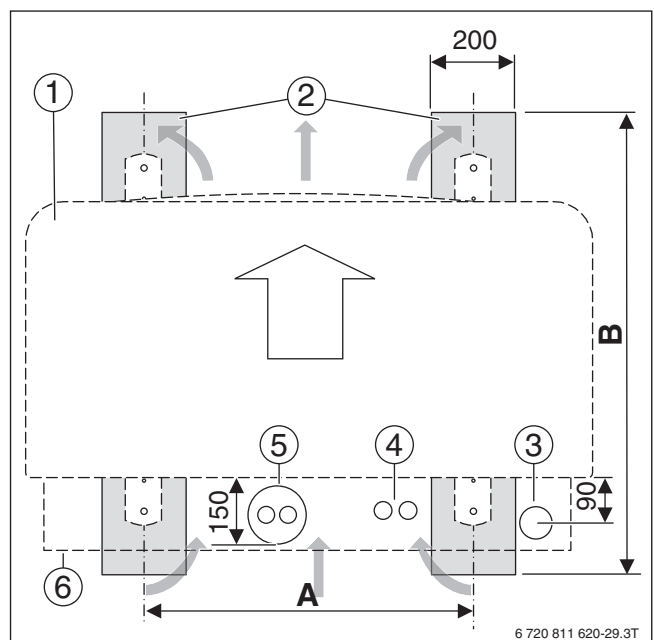
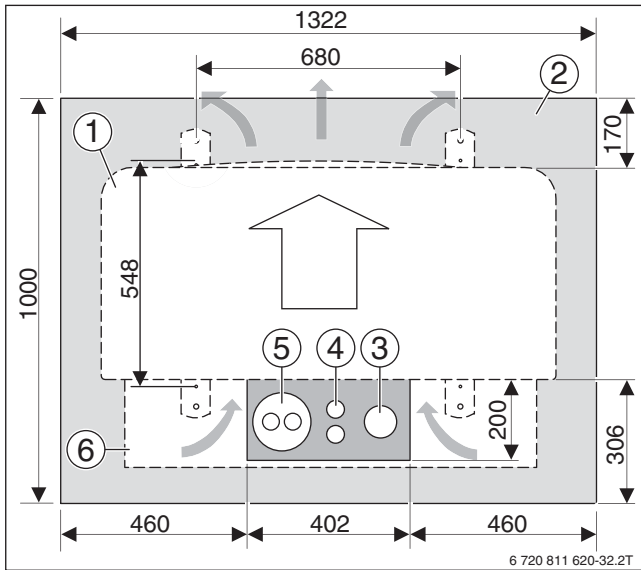

Bild 18 Massives Fundament (WPL 6 AR, WPL 8 AR)
Bild 19 Massives Fundament (WPL 11 AR, WPL 14 AR)
**Legende zu Bild 18 und Bild 19:**